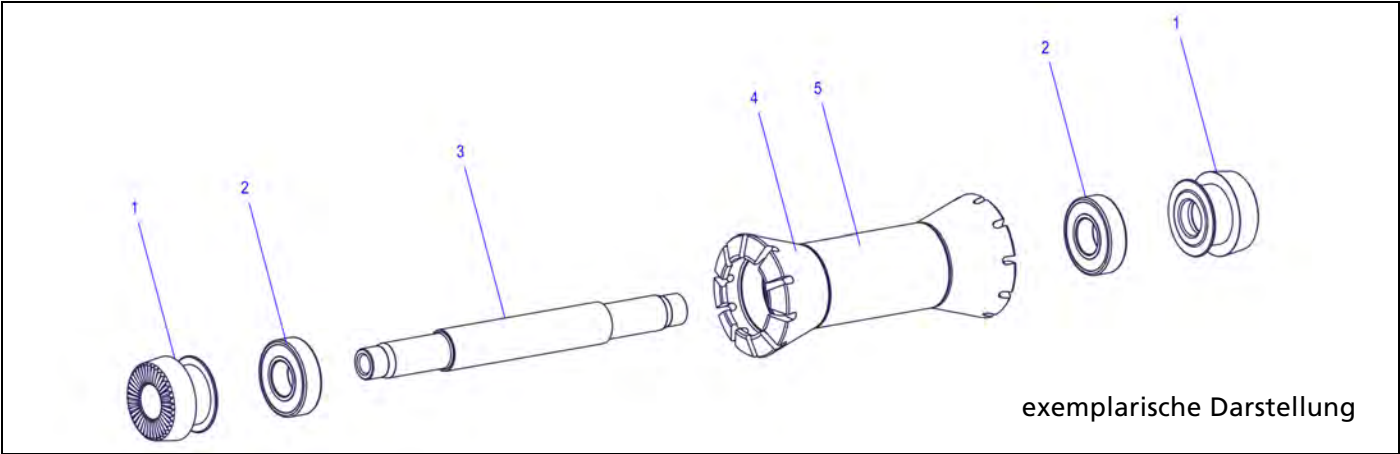

Abbildung 3-2: bersicht Vorderrad mit gesteckten Endanschlgen (Variante 2)
1. Endanschläge (Abb.3-2/1) von Hand von der Nabe abnehmen.
1. Kugellager (Abb.3-2/2) ausschlagen. Dazu mit einem Kunststoffhammer auf die Achse (Abb.3-2/3) schlagen.
2. Kugellager (Abb.3-2/2) von der Achse (Abb.3-2/3) abnehmen.
3. Achse (Abb.3-2/3) durch das zweite Kugellager (Abb.3-2/2) schieben.
1. Innenfläche des Nabengehäuses (Abb.3-2/4) und Lagersitze fetten.
2. Achse (Abb.3-2/3) in die Montagehülse stecken.
3. Nabengehäuse (Abb.3-2/4) auf Montagehülse und Achse (Abb.3-2/3) aufschieben.
5. Zweite Montagehülse auf das Kugellager (Abb.3-2/2) aufstecken und Kugellager einschlagen.
1. Freiliegende Kugellager und Innenseite beider Endanschläge (Abb.3-2/1) fetten.
2. Endanschläge (Abb.3-2/1) von Hand auf die Nabe aufstecken.